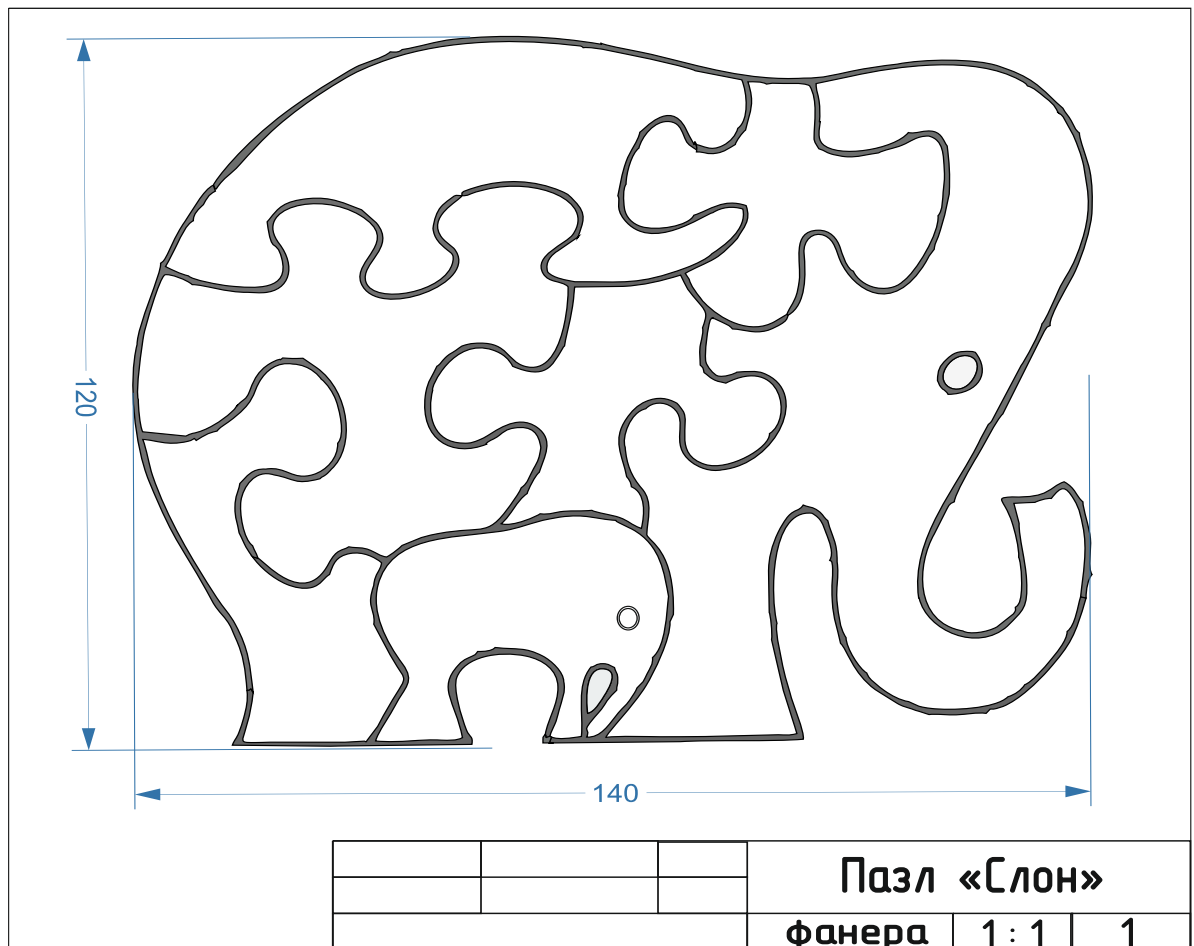

Рис. 1. Чертеж Пазл слон
2. По чертежу изготовить Пазл слон (рис. 1).